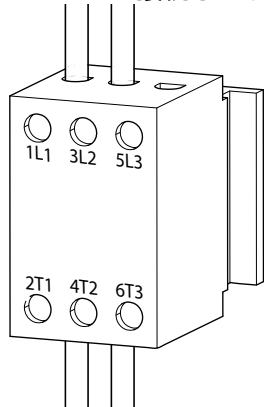

図 16: 切断スイッチのターミナルブロック
- 接地線を電源ジャンクションボックス (AJ) 内部の接地ラグに取り付けます。
- 図 16 を参照し、電源コード接続元の配線を切断スイッチのターミナルブロックのターミナル 4T2 およびターミナル 6T3 に接続します。